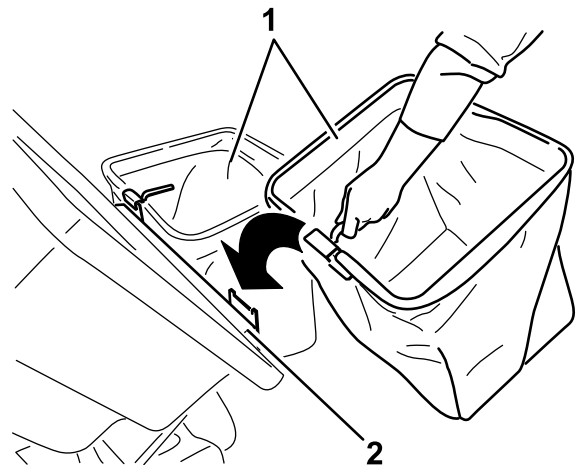

Bild 8
2. Heben Sie die Abdeckung des Heckfangsystems an und setzen Sie die Grasfangkörbe ein. Schieben Sie die Korbhaken auf die Befestigungshalterungen (Bild 8).